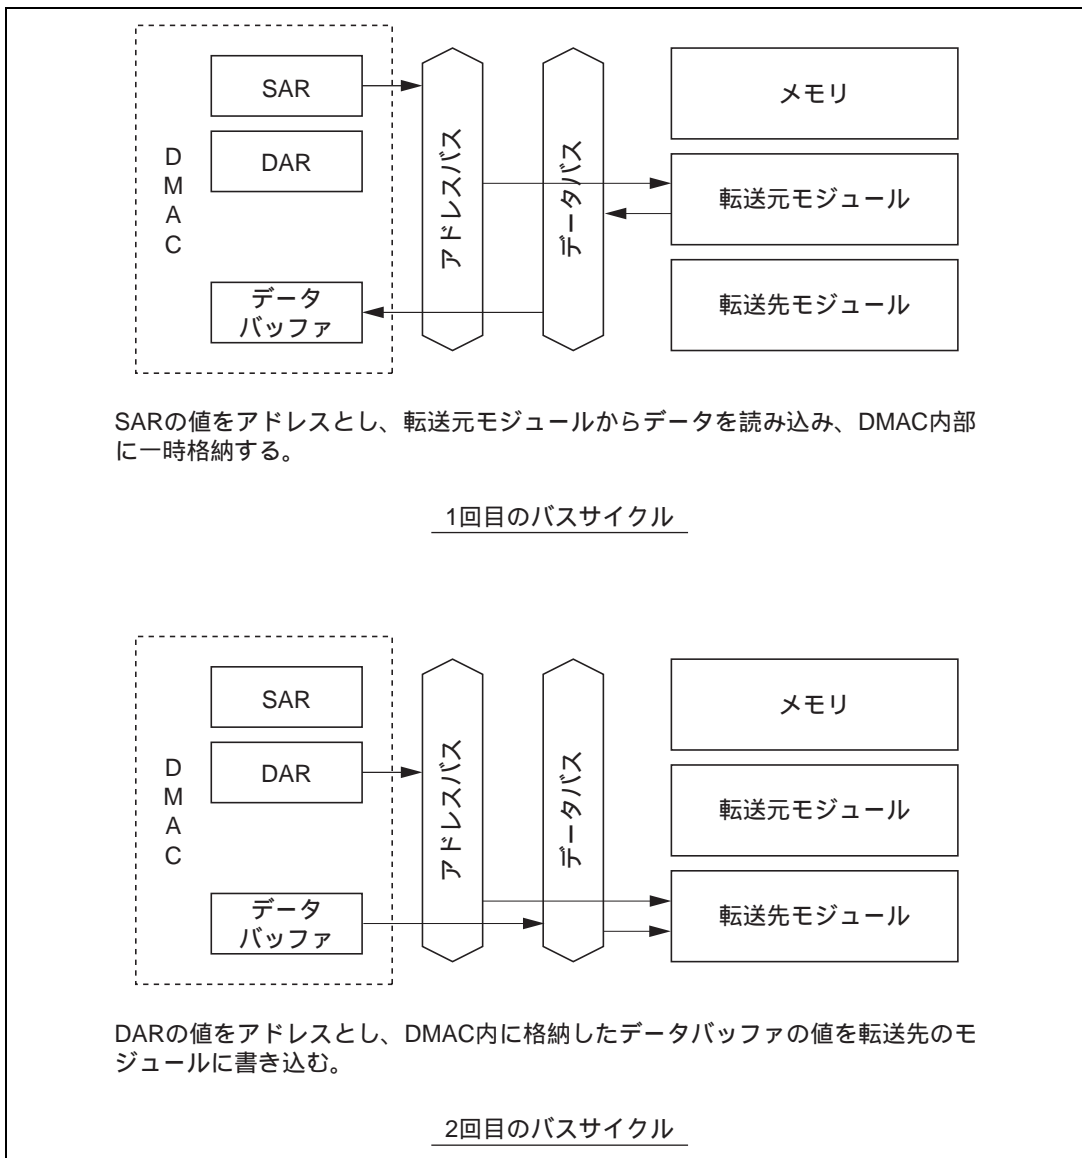
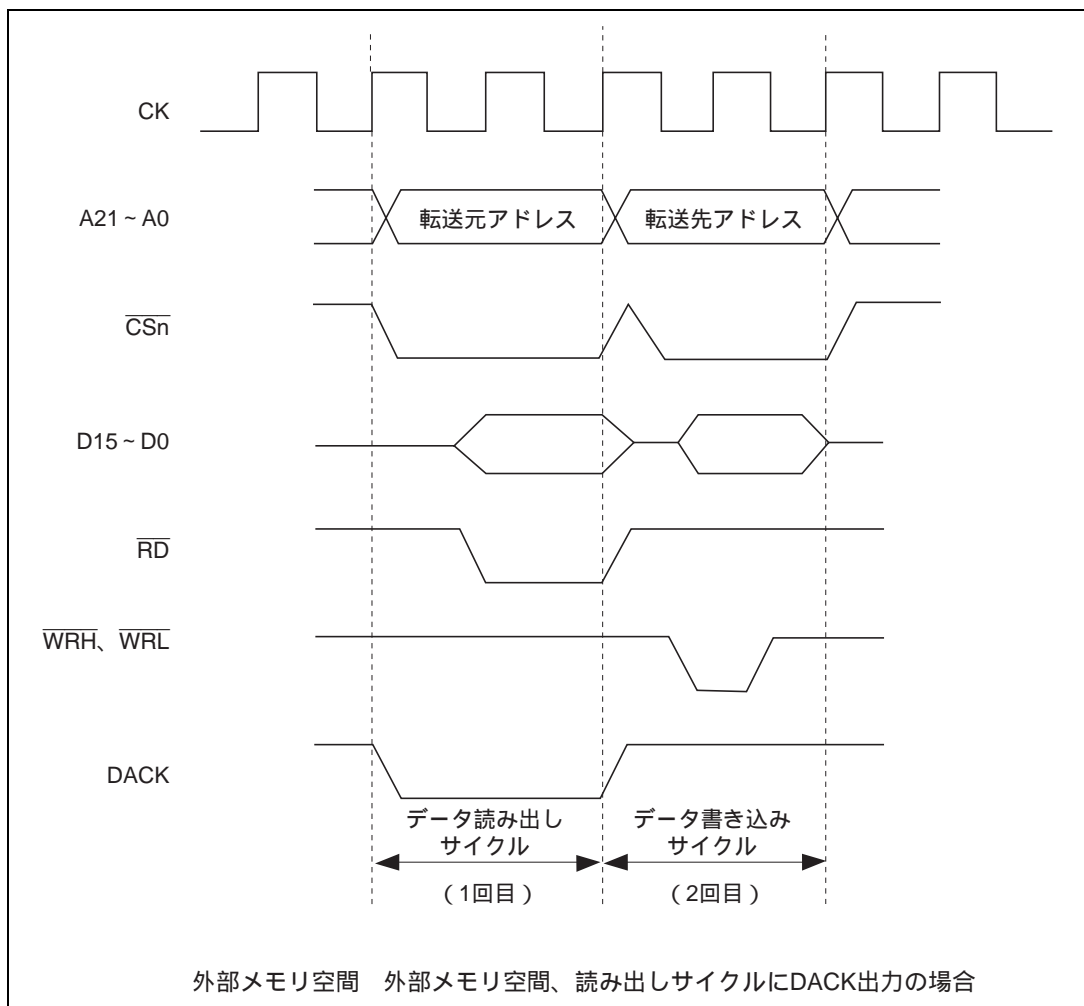

図 9.6 デュアルアドレスモード、直接アドレスの動作説明
図 9.7 デュアルアドレスモード、直接アドレスでのデータの流れ
- (1) 直接アドレス転送モードではデータ読み出しサイクルで転送元からデータを読み出し、データ書き込みサイクルで転送先にデータを書き込むため、2つのバスサイクルで転送を行います。このとき転送データは一時的にDMACに格納されます。図9.6のような外部メモリ同士の転送では、読み出しサイクルで一方の外部メモリからデータがDMACに読み出され、続く書き込みサイクルでそのデータがもう一方の外部メモリに書き込まれます。また図9.7にこの場合のタイミング例を示します。